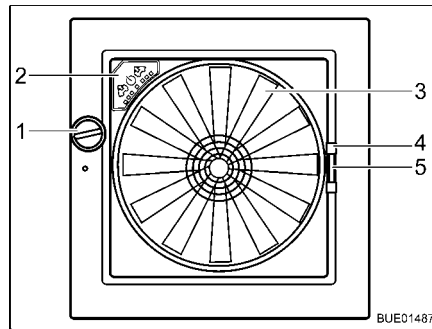

Fig. 115 Lanterneau Omni-Vent
**Ouvrir :** ■ Tourner le bouton rotatif (Fig. 115,1) jusqu'à ce que l'angle d'ouverture désiré soit atteint.
**Fermer :** ■ Tourner le bouton rotatif (Fig. 115,1) jusqu'à ce que le lanterneau soit entièrement fermé.
**Fermer :** ■ Tirer la moustiquaire par la poignée (Fig. 115,4) vers le côté de cadre opposé.
**Fermer :** ■ Presser la poignée (Fig. 115,5) du dispositif occultant.
Quand le lanterneau est ouvert, l'espace intérieur peut être ventilé et aéré avec un ventilateur à 6 niveaux de puissance (Fig. 115,3). La commande du ventilateur s'effectue sur son panneau de commande (Fig. 115,2).